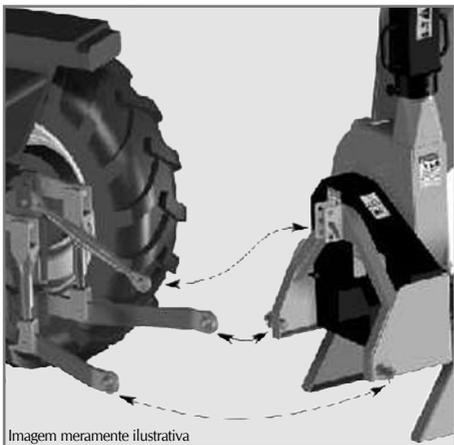

Figura 8
É necessário conectar os três pontos de engate do sistema hidráulico, conforme Figura 8, seguido da colocação do respectivo eixo cardã (5).